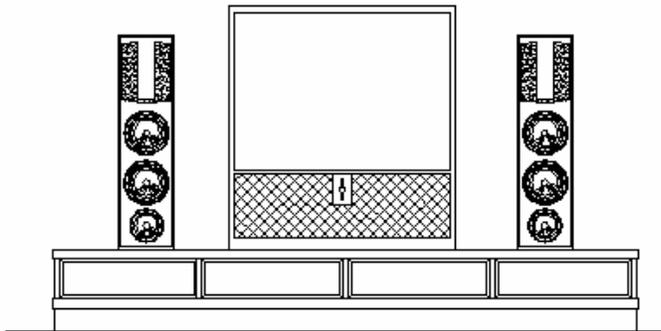

图 2-2-47
**STEP 43** 使用绘制直线命令 LINE 绘制最后一部分直线, 得到电视柜的最后效果如图 2-2-47 所示。